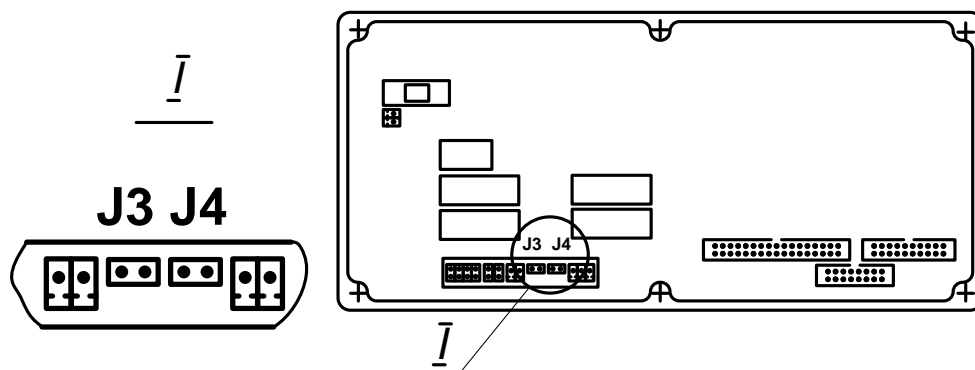

Рис.13. Расположение контактных пар J3 и J4 на блоке клавиатуры.
7.1.5. Режим управления задается комбинацией наличия / отсутствия замыкания с помощью перемычек двух контактных пар J3 и J4, расположенных на задней панели блока клавиатуры ТВ (рис.13).